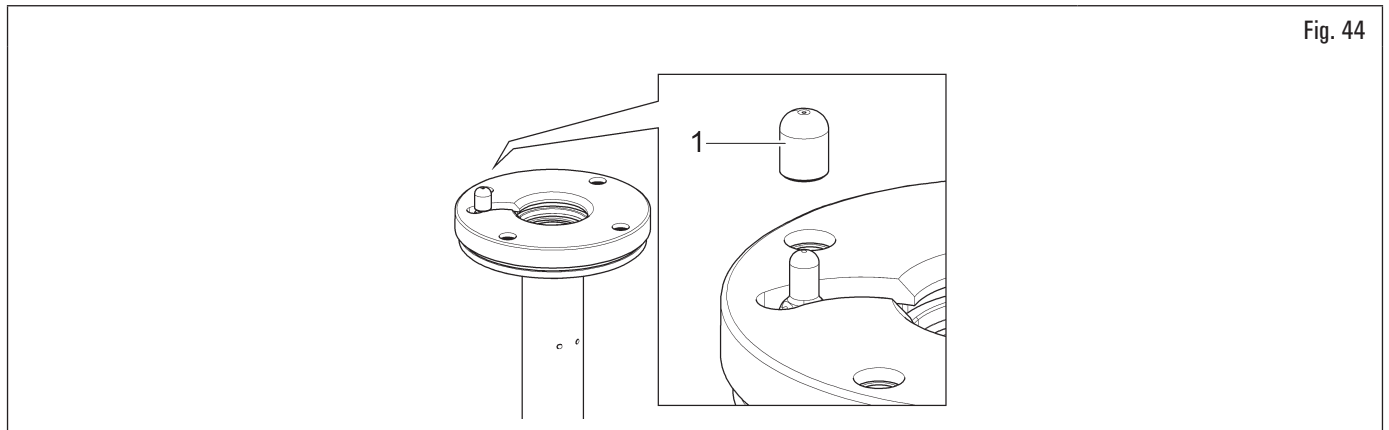

Fig. 44
7. para ruedas con llantas en aleaciones, usar la debida protección de plástico (Fig. 44 ref. 1);